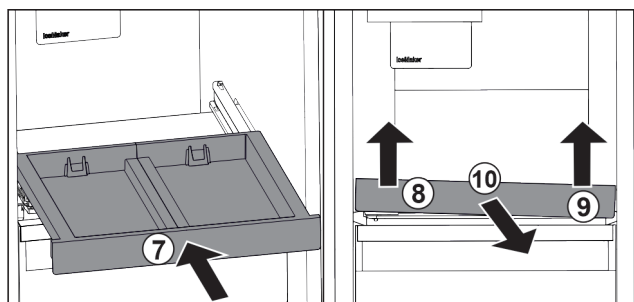

Fig. 27
- ▶ Вставьте выдвижную панель. Fig. 27 (7)
- ▶ Приподнимите выдвижную панель спереди слева. Fig. 27 (8)
- ▶ Приподнимите выдвижную панель спереди справа. Fig. 27 (9)
- ▶ Извлеките выдвижную панель движением вперед. Fig. 27 (10)